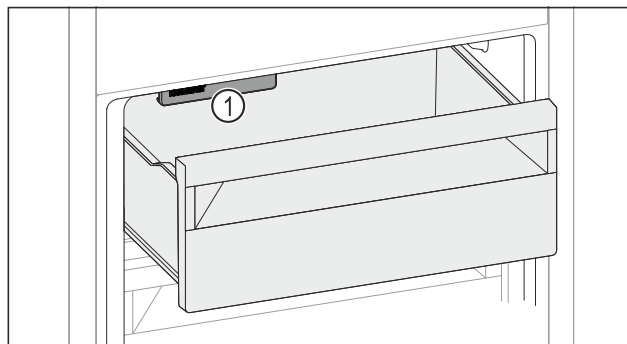

Fig. 131
- ▶ Coloque alimentos en el cajón. Si coloca alimentos en el lado izquierdo del cajón: ▶ Tenga en cuenta el IceMaker Fig. 131 (1).